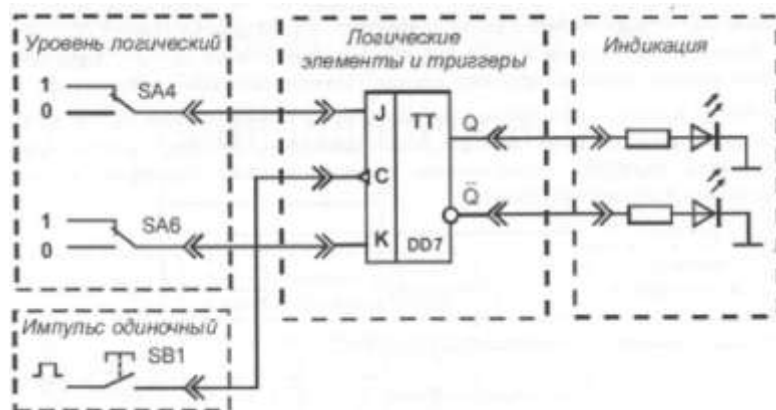

Рисунок 17 - Схема соединений для исследования JK -триггера при подаче на вход одиночных импульсов
2. Проверить таблицу истинности JK-триггера и определить, исправен ли он. Для этого собрать схему (рис. 17), подключив выходы гнезд «Уровень логический» к соответствующим. Подключить источник сигнала «Импульс одиночный», формирующий одиночные импульсы с положительной полярностью, к входу С. Включить тумблер «Сеть». Задавая различные комбинации входных логических сигналов тумблерами SA4 и SA6 на входах J и K и нажимая на кнопку SB 1 (синхронизирующий импульс), составить таблицу истинности JK-триггера. Уровню логической «1» на выходе триггера Q соответствует свечение светодиода. Результаты занести в табл. 22. Обратите внимание, на каком фронте синхроимпульса «С» происходит переключение JK-триггера. Выключить тумблер «Сеть». Сравнив результаты с таблицей 24 определить, исправен ли триггер.